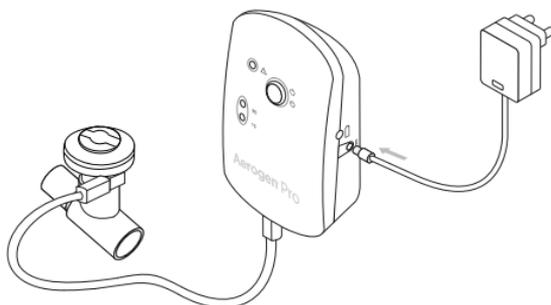

Figura 5. Collegamento dell'adattatore c.a./c.c.
- 5 Per far funzionare il dispositivo con alimentazione c.a. (la modalità di funzionamento principale), collegare l'adattatore c.a./c.c. di Aerogen Pro al controller Aerogen Pro e inserire l'adattatore in una fonte di alimentazione c.a. (figura 5).